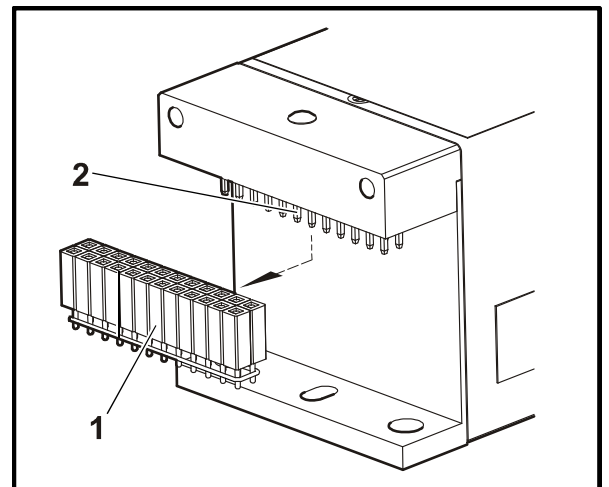

Abb. 22 Laser für Transport / Lagerung vorbereiten
- Falls notwendig, befestigen Sie den Transportstecker (Abb. 22/1) an der Stiftleiste des Laserdiodenmoduls (Abb. 22/2).